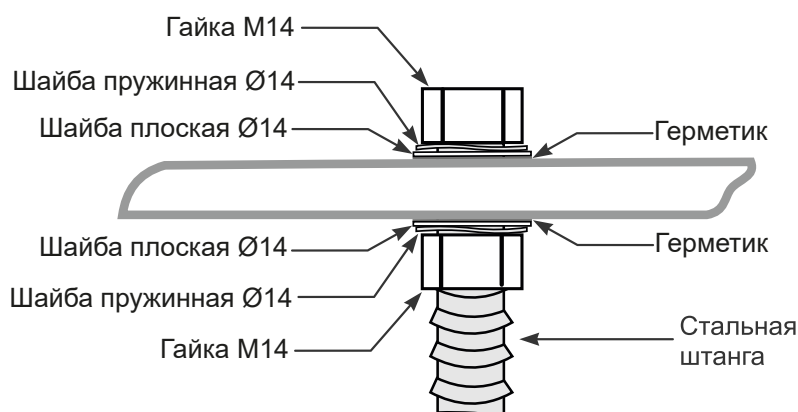

Рис.27. Схема крепления стальной штанги
8. Установить 3 стальные штанги в ранее подготовленные отверстия параллельно измерительным трубкам TKLS и закрепить их при помощи гаек M14 и плоских шайб, как показано на Рис.27. Под плоские шайбы необходимо нанести маслобензостойкий герметик.
10. При помощи стальных хомутов закрепить шпильки между датчиком и стальными штангами М14, как показано на **Рис.27**.